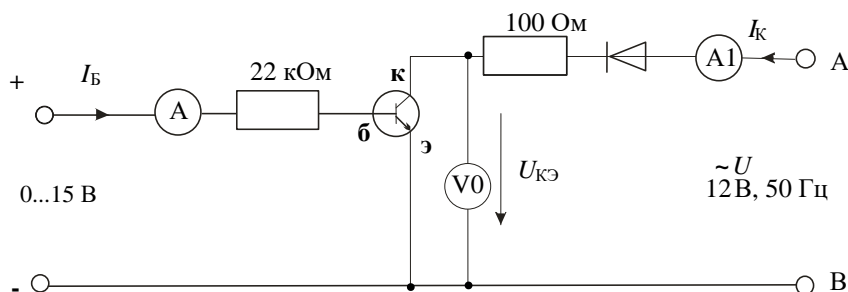

Рисунок 3 – Схема для исследования влияния тока базы на вольтамперную характеристику *n-p-n* транзистора
1.1. Соберите цепь согласно схеме (рис. 3). В этой цепи в качестве источника синусоидального напряжения используется линейное напряжение трехфазного генератора, а диод включен для исключения обратного напряжения на транзисторе. Приборы А1 и V0 – входы коннектора, служащие для вывода тока  $I_K$  и напряжения  $U_{КЭ}$  на виртуальный осциллограф. Миллиамперметр А служит для измерения тока базы и может быть как мультиметром, так и виртуальным прибором.